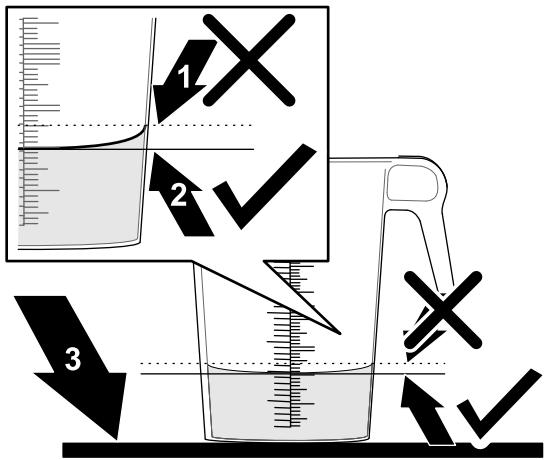

Figura 83
10. Ponga el recipiente graduado en una superficie nivelada y observe el volumen de fluido (Figura 83).